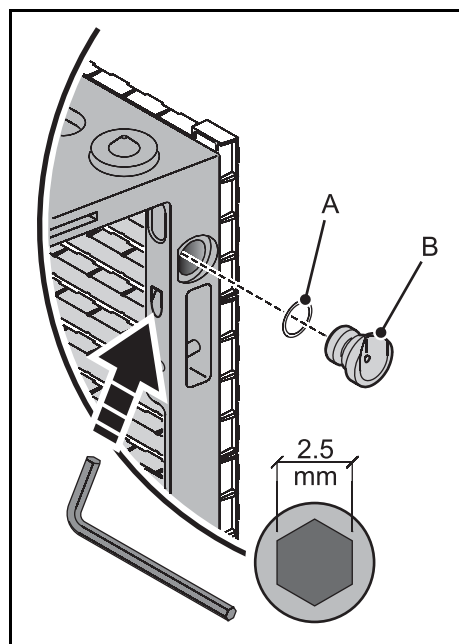

Figure 15: Retrait des cônes d'alignement horizontal
1. Voir Figure 15. Retirez les vis Allen 2.5 mm indiquées ci-contre et démontez les cônes d'alignement **B** et leur rondelle **A** situés en haut et en bas du panneau. Réservez ces composants pour une réutilisation ultérieure.
Pour déposer un mur, démontez les panneaux un par un en commençant par le bas des colonnes et en remontant vers le Bloc de Tête. Réinstallez tous les capuchons en caoutchouc sur les connecteurs et tous les cônes d'alignement latéral démontés s'il s'agit d'une installation courbe (voir Figure 15).